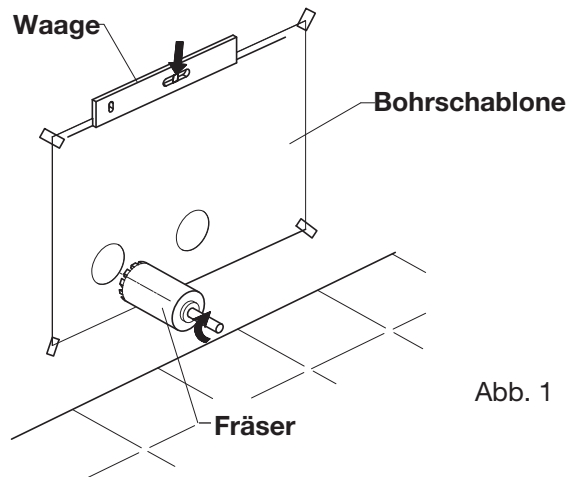

Abb. 1
- Applicare sul muro la dima di foratura e fissarla in bolla. (Abb. 1)